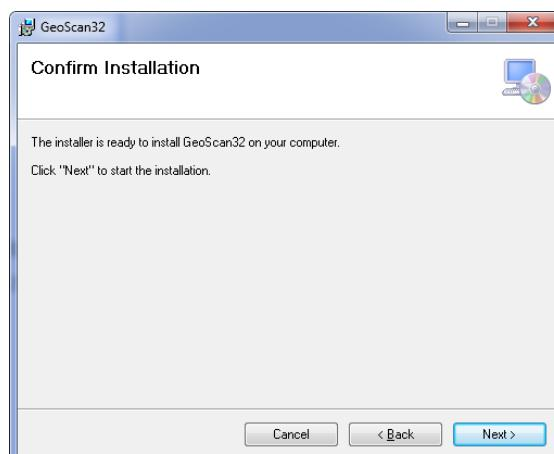

Рис. 1.5 - Параметры установки программы
6. Проверьте выбранные параметры и папку установки программы и нажмите «Next» для начала копирования файлов программы (Рис. 1.5).